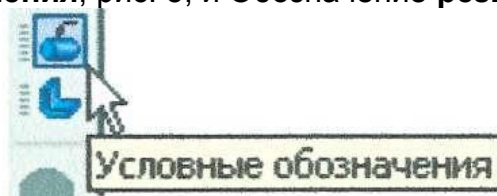

Рис. 5
2. Выполните обозначение резьбы. Для этого нажмите кнопку переключения **Условные обозначения**, рис. 5, и **Обозначение резьбы**